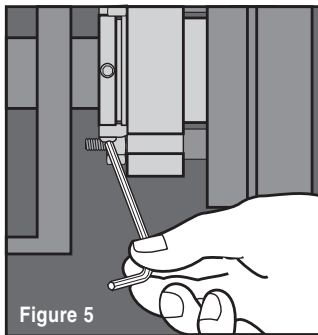

Figure 5
- 6.10 **Retirer les cales de centrage** du collier d'entraînement en desserrant les vis de fixation. Voir Figure 5.